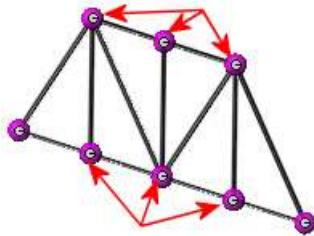

Рисунок 5.4 – Вузли для фіксації руху в межах одної площини
- б) Виберіть шість показаних з'єднань для параметра «Соединения» (рис. 5.4).